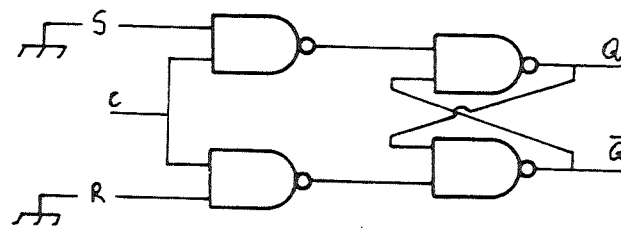

Figura 7.2.
2.2. Montar o multivibrador biestável RS sincronizado da figura 7.2 indicando o CI utilizado e o número da pinagem.
2.2.1. Com o clock em nível lógico 1 ($C = 1$) e as entradas em nível lógico 0 ($S = R = 0$) verificará as condições iniciais (Q e \bar{Q}) do flip-flop da figura 7.2. e montar a tabela verdade (tabela 7.1) para esse multivibrador.